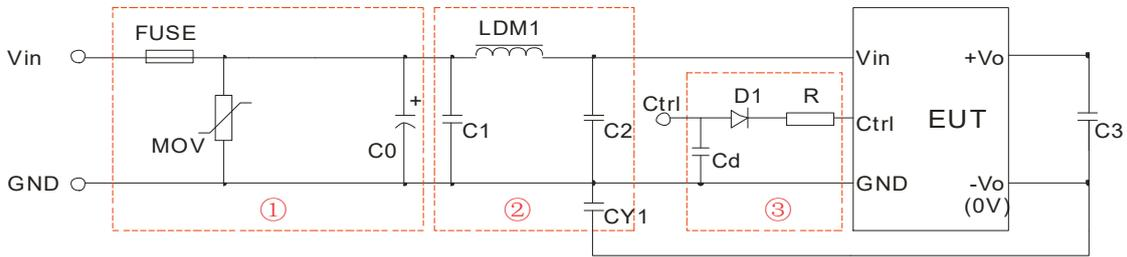

图 3
- ①图 3 中第①部分用于 EMS 测试; 第②部分用于 EMI 滤波, 可依据需求选择;
- ②V_C 为 Ctrl 端相对于输入地 GND 的电压, V_D 为 D1 的正向导通压降, I_C 为流入 Ctrl 端的电流, 一般取 5-10mA, Ctrl 端外围电路如图 3-③;
- ③若图中元器件无附其参数说明, 则此型号外围中不需要这个元器件。